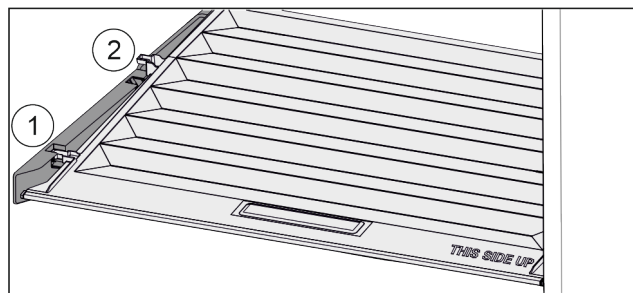

Fig. 68
- ▶ Vytáhněte víko dopředu až k otvoru v přídržných dílech Fig. 68 (1).
- ▶ Vzadu zespolu nadzvedněte a vyjměte směrem nahoru Fig. 68 (2).